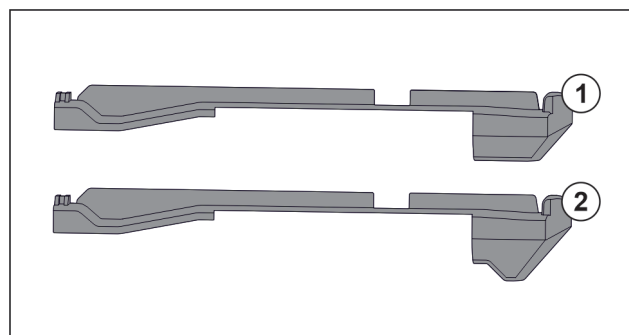

Fig. 93 Vergleich der Aufsteckteile
Im Gerät befinden sich zwei unterschiedliche Aufsteckteile. Das Aufsteckteil über dem untersten Schubfach Fig. 93 (2) hat eine dreieckige Kante. Alle anderen Aufsteckteile Fig. 93 (1) haben eine gerade Kante.
- Aufsteckteil Fig. 93 (2) mit der dreieckigen Kante über dem untersten Schubfach anbringen.
- ▶ Aufsteckteil Fig. 93 (1) mit der geraden Kante an allen anderen Stellen anbringen.